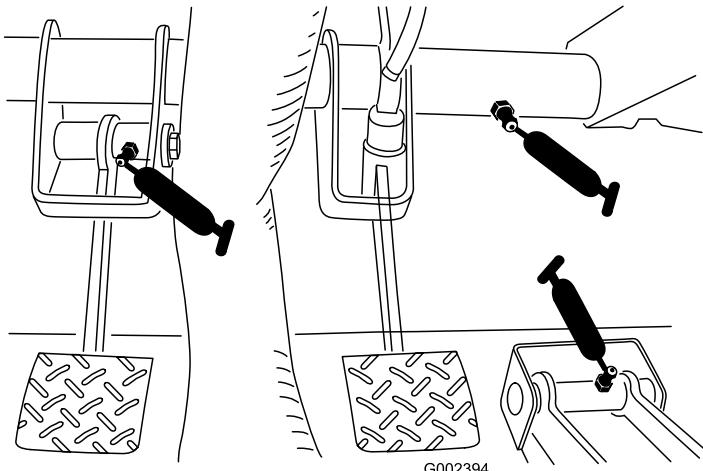

Bild 42
- Kupplung (1), Fahrpedal (1), Bremse (1) (Bild 42)